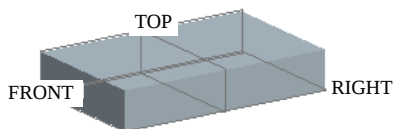
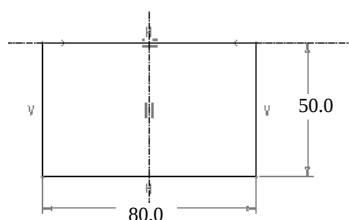
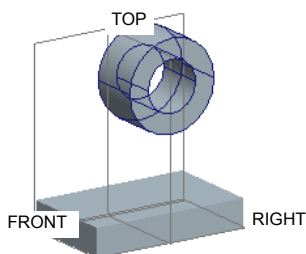
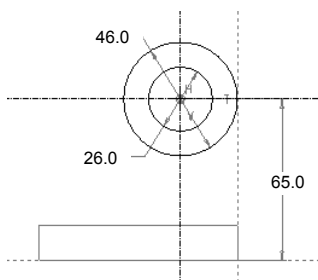

图 3.26.1 拉伸特征 1
图 3.26.2 截面草图
图 3.26.3 拉伸特征 2
图 3.26.4 截面草图
Step2. 创建图 3.26.1 所示的拉伸特征 1。
(1) 单击 功能选项卡 区域中的“拉伸”按钮 。
(2) 绘制截面草图。在图形区右击，从弹出的快捷菜单中选择 命令；选取 RIGHT 基准平面为草绘平面，TOP 基准平面为参考平面，方向为 ；单击 按钮，绘制图 3.26.2 所示的截面草图。
(3) 定义拉伸属性。在操控板中选择拉伸类型为 ，输入深度值 14.0，并按回车键。
(4) 在操控板中单击“完成”按钮 ，完成拉伸特征 1 的创建。
Step3. 创建图 3.26.3 所示的拉伸特征 2。在操控板中单击 按钮。选取 FRONT 基准平面为草绘平面，RIGHT 基准平面为参考平面，方向为 ；单击 按钮，绘制图 3.26.4 所示的截面草图。在操控板中选取深度类型 ，输入深度值 26.0。